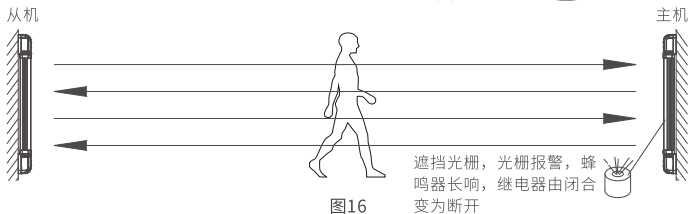

图16
12、检查红外光栅功能是否正常，遮挡红外光栅，红外光栅的主机蜂鸣器响，校准指示灯亮，继电器由闭合变为断开(图16)；